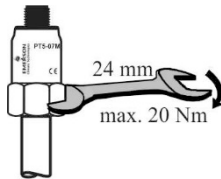

Fig. 2:
**Conexión roscada: (Fig. 2)**